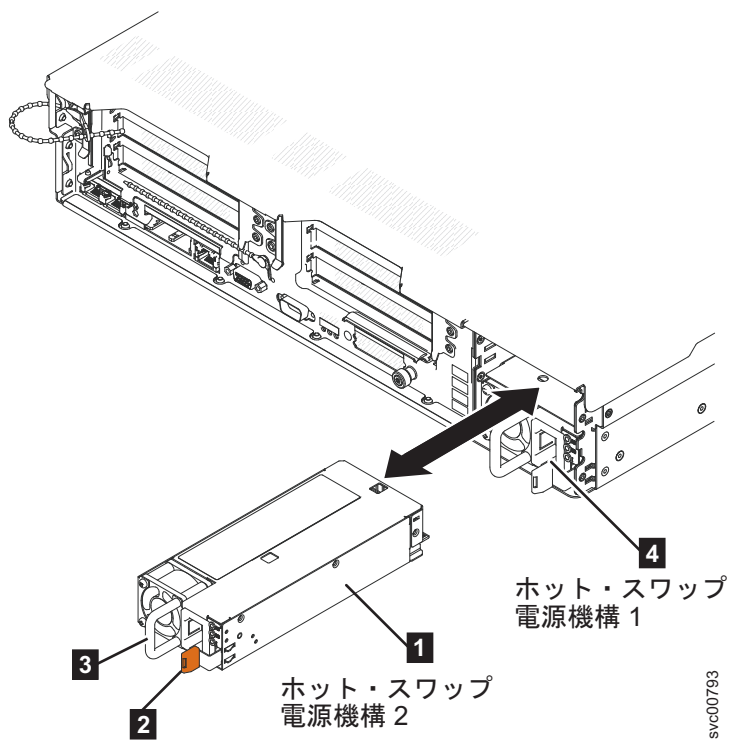

図 198. SAN ポリウム・コントローラー 2145-DH8 電源機構の取り外し
5. 259 ページの図 198 に示すように、解放タブを左側に押したまま、ハンドルをつかんで電源機構をノードから引き出します。